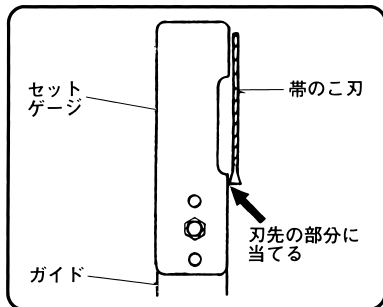

図 27
- (2) ガイドを帯のこ刃に近づけ、セットゲージを帯のこ刃の刃先の部分にかるく当てます。(図27)